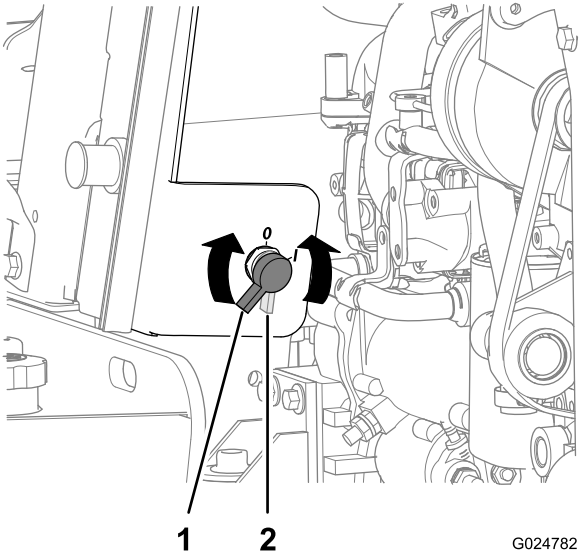

Figura 80
2. Conecte o cabo positivo do carregador ao terminal positivo da bateria (Figura 80).
- 2. Gire o interruptor de desconexão da bateria no sentido anti-horário para a posição Off (Figura 80).
- 8. Gire o interruptor de desconexão da bateria no sentido horário para a posição On (Figura 80).